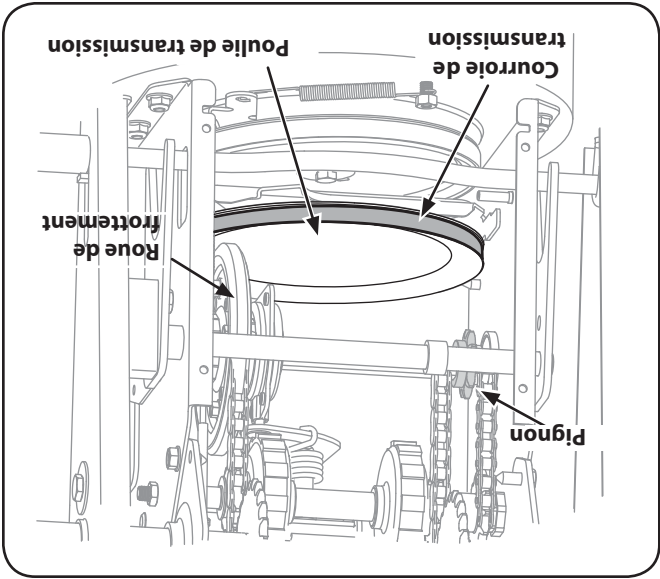

Figure 7-7
REMARQUE: Glissez l'arbre hexagonal dans le trou du pignon. Voir la Figure 7-7. Si le pignon est tombé de la soufflouse pendant le démontage de l'arbre hex., alignez le pignon sur la chaîne, puis placez-le sur l'arbre hex. Tournez le moyeu hex. du pignon vers la roue de frottement en glissant le pignon sur l'arbre hex. Voir la Figure 7-7.
- 7. Dégagez la courroie de transmission de la poulie et de l'espace entre la roue de frottement et le plaque d'entraînement. Voir la Figure 7-7.